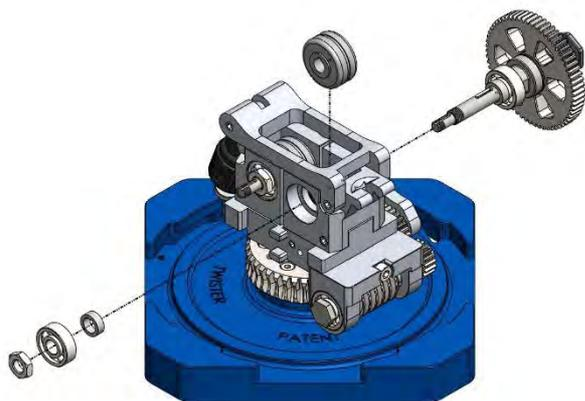

Figura 47
8. Posizionare il distanziale e la ruota di contatto secondaria come mostrato in figura, dopodiché inserire l'albero facendo attenzione a tenere sollevata la ruota, in modo che l'albero si inserisca nell'apposito foro, ed a posizionare correttamente la linguetta. Una volta inserito l'albero, mediante l'uso di due chiavi a forchetta con bocca esagonale da 13[mm], avvitare il dado M10. Figura 47 e 48;